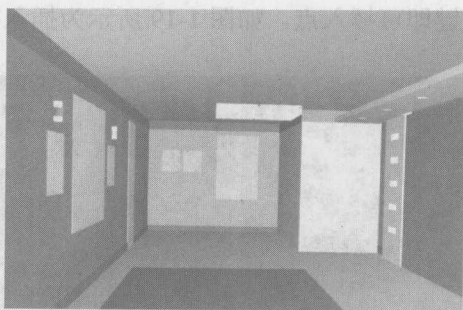

图 1-16 创建的顶灯
(17) 使用长方体制作出顶上的顶灯造型, 效果如图 1-16 所示。